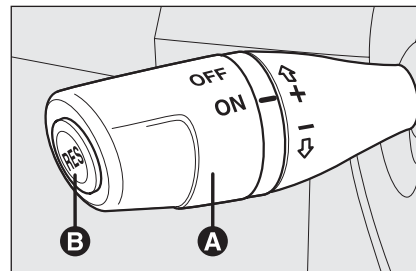

рис. 47
Поверните рукоятку **А-рис. 47** в положение **ON**.
- Повернуть рукоятку **А-рис. 47** в положение **ON** и нажать педаль газа для обеспечения необходимой скорости;
- Нажмите кнопку **RES В-рис. 47**.
- Нажмите педаль газа; в этом случае система не отключится на самом деле, но запрос на увеличение скорости станет приоритетным для системы. При этом включается круиз-контроль, и нет необходимости нажимать кнопку **RES В-рис. 47** для восстановления предыдущих условий после окончания ускорения.